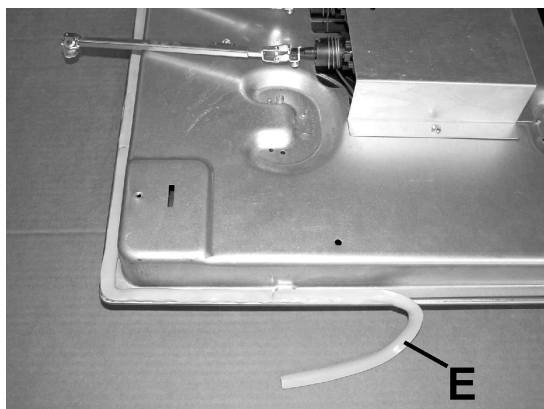

ABB. 8
Auf gleiche Weise können die emaillierten Roste, die emaillierten Brennerdeckel "A", "B" und "C", die Brennerköpfe "T" (siehe Abb. 7 und 8) gereinigt werden, sowie die Zündkerzen "AC" und die Thermoelemente "TC" (siehe Abb. 8). Nicht in der Spülmaschine spülen.
- Überzeugen Sie sich, dass die Öffnungen der Brennköpfe "T" (Abb. 8) nicht mit Fremdkörpern verstopft sind.